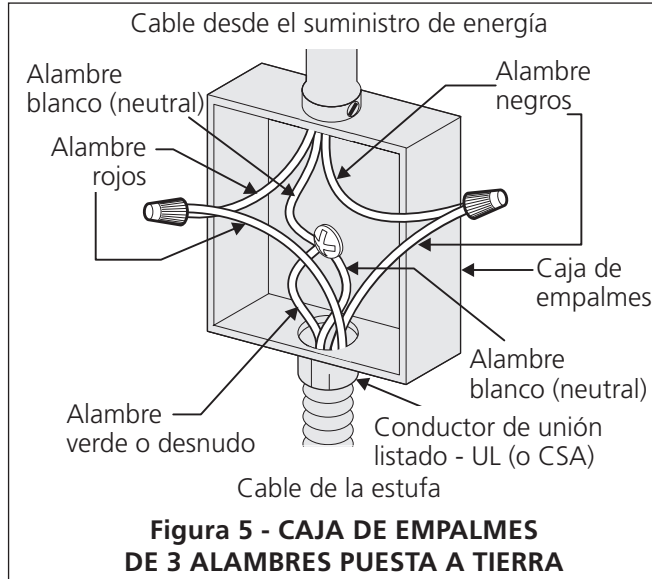

Figura 5 - CAJA DE EMPALMES DE 3 ALAMBRES PUESTA A TIERRA
Donde los códigos locales permitan conectar el conductor de puesta a tierra del electrodoméstico al neutral (blanco) (ver figura 5):
2. En el interruptor automático, caja de fusibles o caja de juntas: conectar el aparato y los cables residenciales como se muestra en la figura 5.
⚠ ADVERTENCIA Este electrodoméstico está fabricado con un suministro eléctrico neutro blanco y un alambre de cobre conectado al armazón. El armazón esta puesto a tierra por un enlace de la conexión a tierra con la conexión del neutro al final de la línea eléctrica, si es usado en los estados unidos una nueva instalación de circuito de bifurcación (1996 NEC), casa rodante, vehículos recreacionales, o donde los códigos locales no permitan poner a tierra mediante el neutro (blanco) o en Canadá, desconectar la conexión blanca de la verde y utilizar la conexión a tierra para poner a tierra la unidad de acuerdo a los códigos locales, conectar el neutro al circuito de bifurcación- conductor neutro de manera usual. Ver Figura 6. Si su electrodoméstico va a ser conectado a una caja de conexión puesta a tierra de 3 cables (en los estados unidos solamente), donde los códigos locales permitan conectar el conductor de poner a tierra-electrodoméstico con el neutro (blanco) ver Figura 5.